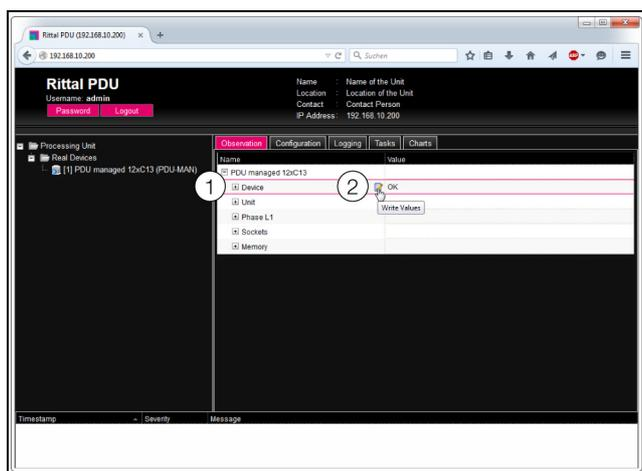

Abb. 33: Auswahl mehrerer Parameter
- Klappen Sie nur den Eintrag „Master PDU“ aus, indem Sie auf das „Plus“-Zeichen vor diesem Eintrag klicken (Abb. 33, Pos. 1).
- Setzen Sie den Mauszeiger an das Ende der ersten Spalte in der Zeile „Device“ (Abb. 33, Pos. 2).